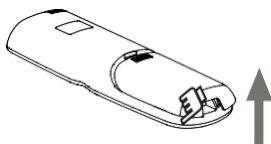

Figura 2.7
2) Levante a tampa das pilhas pegando pela parte de baixo para a abrir (ver Figura 2.7);